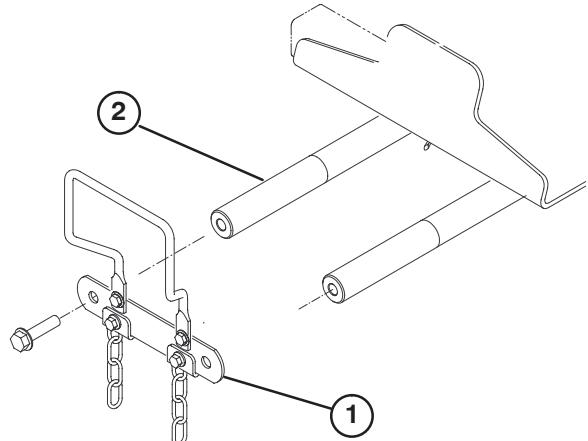

Bild 8
- Nehmen Sie die beiden Kopfschrauben ab, mit denen der Gelenkschaftanschluss des Hubarms an den Gelenkschäften des Hubarms befestigt ist. Nehmen Sie den Gelenkschaftanschluss und die Kopfschrauben ab und bewahren Sie diese auf (Bild 8).